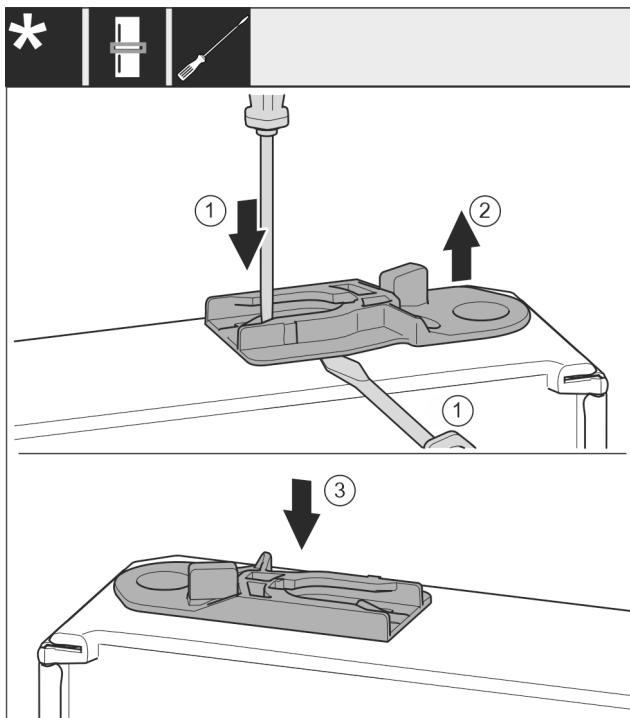

Fig. 38
- ▶ Geleidingsbus eruit trekken: Lip met de sleufschroevendraaier indrukken en gelijktijdig de sleufschroevendraaier onder de geleidingsbus plaatsen. Fig. 38 (1, 2)
- ▶ De bij de levering geleverde geleidingsbus op de andere zijde van de behuizing aanbrengen. Fig. 38 (3)